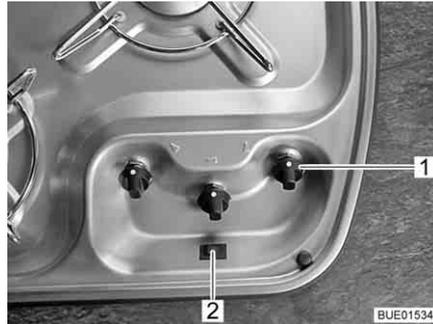

Fig. 217 Elementos de mando para la cocina de gas
- Girar el regulador giratorio (Fig. 217,1) correspondiente al quemador deseado a la posición de encendido (llama alta).
- Presionar el botón de encendido (Fig. 217,2). En el quemador se producen chispas de encendido.